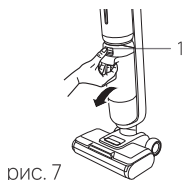

рис. 7
2. Нажмите большим пальцем на кнопку снятия резервуара для грязной воды и аккуратно извлеките его (рис. 7).